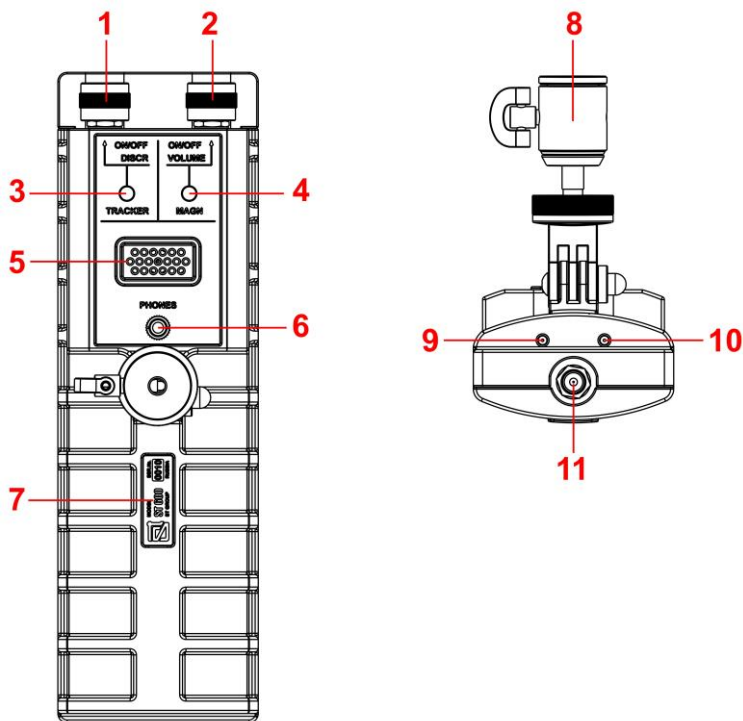

Рис.2
Цифрами на рис.2 обозначены:
На корпусе установлен регулируемый кронштейн (рис.2, п.8), позволяющий закрепить основной блок на телескопической ручке (рис.1, п.5) и зафиксировать его в нужном положении относительно обследуемой поверхности.
Контроль питания основного блока осуществляется с помощью двух светодиодов (рис.2, п.9 и п.10). При полностью заряженном аккумуляторе в рабочих режимах оба светодиода не светятся. При разряде аккумулятора загорается красный светодиод (рис.2, п.9). Зарядка аккумулятора основного блока осуществляется в выключенном состоянии с помощью зарядного устройства (рис.1, п.4) при этом светится зеленый светодиод (рис.2, п.10), который гаснет по окончании зарядки. Время полной зарядки аккумулятора основного блока составляет не более 2 часов.
1. Включить основной блок (рис.2, п.2), прибор автоматически переходит в режим «ДЕТЕКТОР». Индикатор «MAGN» (рис.2, п.4) должен светиться.
2. Подключить наушники к соответствующему гнезду (рис.2, п.6).
3. Ручкой (рис.2, п.2) отрегулировать громкость звука в наушниках.
1. Включить основной блок (рис. 2, п. 2). Загорится индикатор «MAGN» (рис.2, п.4).